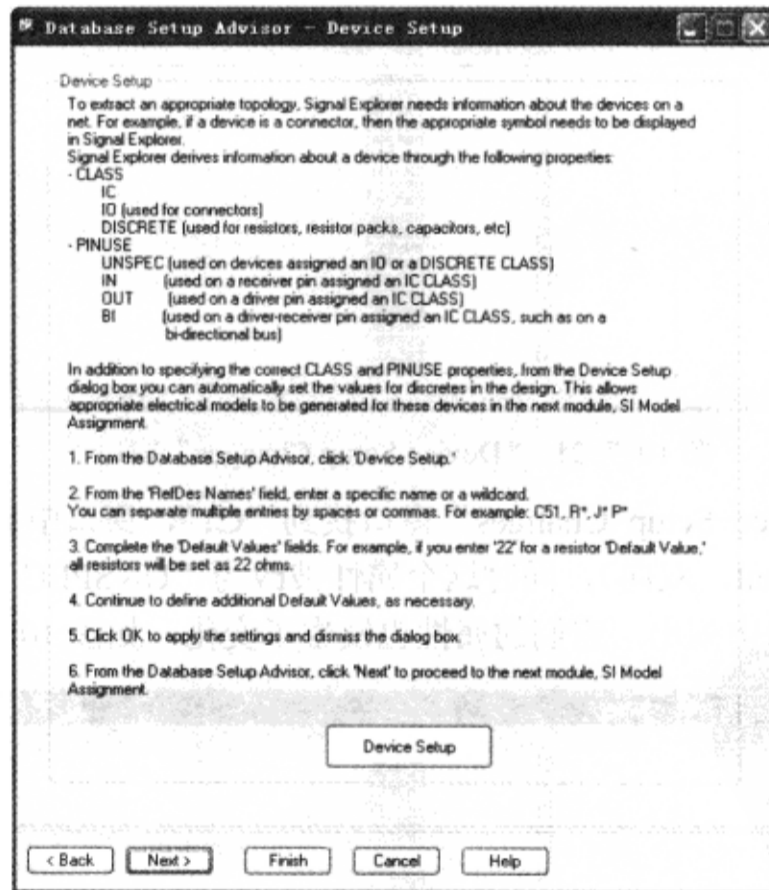

图 10-7-18 “Database Setup Advisor-Device Setup”窗口
(11) 在“Database Setup Advisor-DC Nets”窗口中单击“Next”按钮，弹出“Database Setup Advisor-Device Setup”窗口，如图 10-7-18 所示。